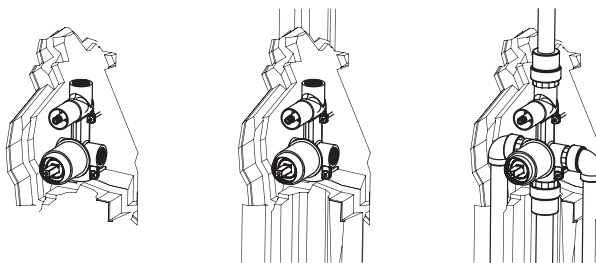

Рис. 6 / 6 сур.
3. Необходимо смонтировать смеситель, подключив к нему трубы системы водоснабжения, и закрепить его к стене. (рис. 6).